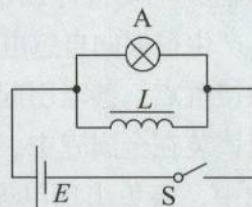

图 4.6-4 开关断开时观察灯泡的亮度
按图 4.6-4 连接电路。先闭合开关使灯泡发光，然后断开开关。注意观察开关断开时灯泡的亮度。
2. 将线圈 L 与电阻 R 并联后接到电池的两端（电路与图 4.6-4 相仿），测量通过电阻 R 的电流，可以看到，开关断开前后通过电阻 R 的电流方向不同。
磁场的能量 在图4.6-4的实验中，开关断开后，灯泡的发光还能维持一小段时间，有时甚至会比开关断开之前更亮。这时灯泡的能量是从哪里来的？